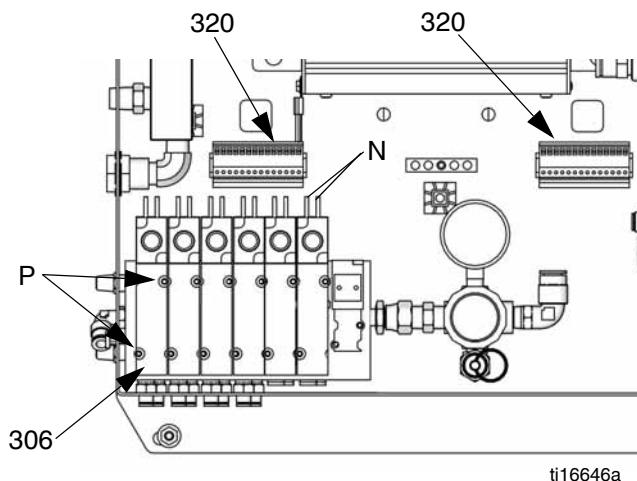

Рис. 3. Замена одного из соленоидов
3. Отсоедините 2 идущих от соленоида провода (N) от жгута проводов (320). См. Рис. 3.
4. Отвинтите 2 болта (P) и извлеките соленоид (306).
5. Установите новый соленоид (306).
6. Подсоедините 2 идущих от соленоида провода (N) к жгуту проводов (320). Соединительные провода соленоидов поляризованы (красный = +, черный = -). См. электросхемы системы, стр. 54–57.